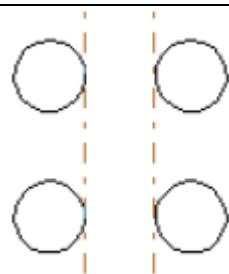

Рис. 5-3 (б) Расчет по расстоянию между изображениями
**Calculate by graph distance:** Пространство между изображениями, рассчитанное по расстоянию между изображениями (Рис. 5-3(б)).